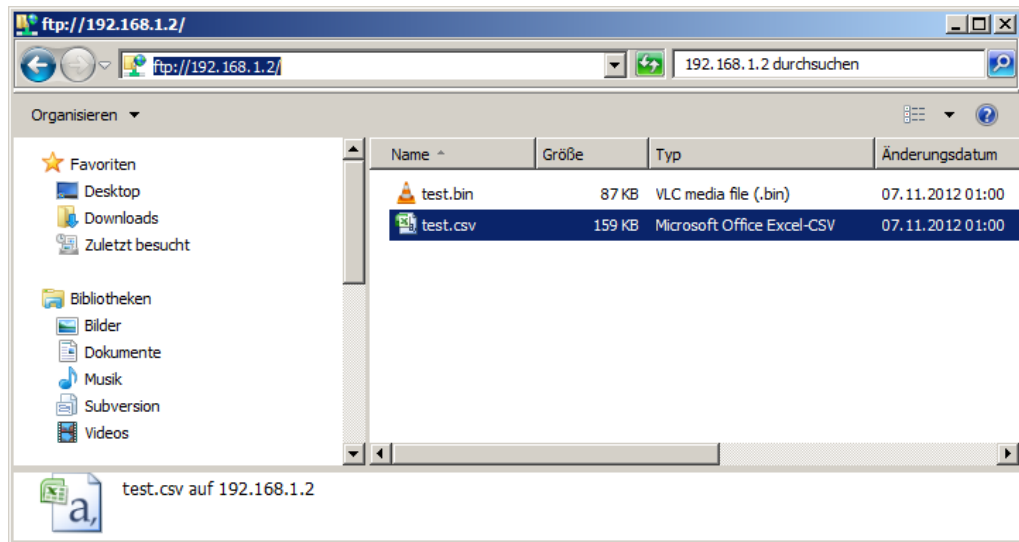

Abbildung 11: Windowsseitiger FTP-Server
- ▶ Öffnen Sie eine Instanz des Windows-Explorer (Tastenkombination Win+E) und geben Sie in die Adresszeile das Ziel „ftp://192.168.1.2“ ein (siehe ▶ Abbildung 11 ◀ auf Seite 31).